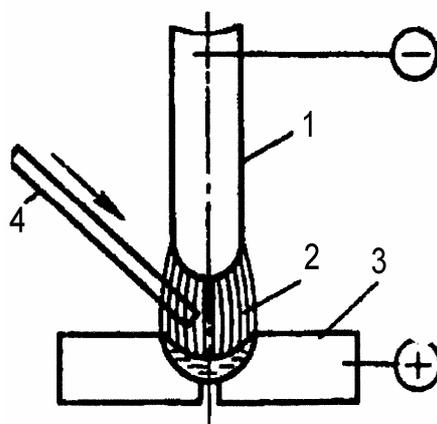

Рис. 42. Дуговая сварка по методу Бенардоса:
I. По способу Бенардоса (рис. 42).